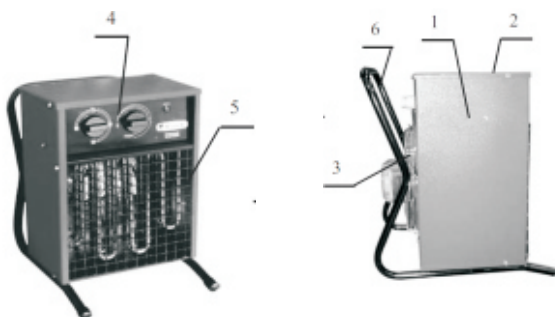

Рис. 1 Тепловентилятор
5.1 Схема тепловентилятора представлена на рис. 1.
5.5 Электрическая схема тепловентилятора представлена на рис. 1 Приложения.